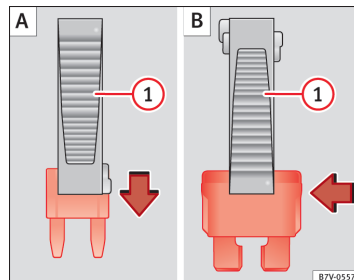

Fig. 204 Udtagning eller isætning af sikring
- Sæt clipsen på oppefra, når det drejer sig om *små sikringer* ⇒ Fig. 204 (A).
- Skub clipsen på sikringen fra siden, når det drejer sig om *store sikringer* (B).